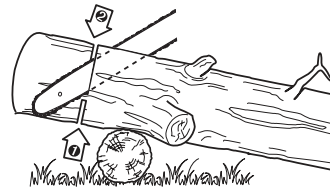

Fig. 31
- > Si le tronc est surélevé d'un seul côté (Fig. 31), coupez environ 1/3 de son diamètre par en dessous, puis terminez la coupe par le dessus, de manière à rejoindre la première entaille.